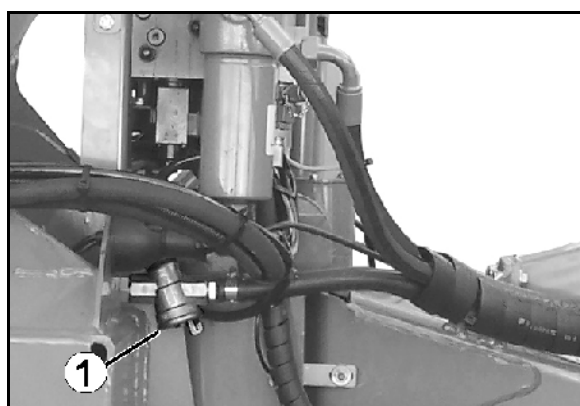

Fig. 95
1. Apretar la pieza de cierre (Fig. 95/1) por las dos lengüetas.
4. Apretar la pieza de cierre (Fig. 95/1) por las dos lengüetas.